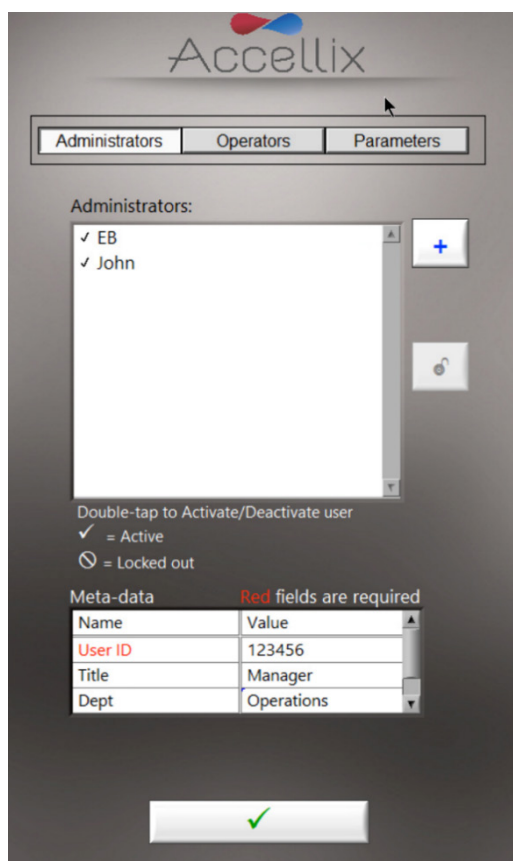

Abbildung 10: Bildschirm „Personnel“ (Personal) mit beispielhaften Administrator-Benutzern und Metadaten
1. Tippen Sie auf das Symbol **Personnel** (Personal) . Der Bildschirm **Personnel** (Personal) (Abbildung 10) wird angezeigt: